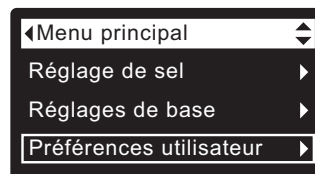

FIG. 57
1. À partir d'un écran d'état dynamique, appuyez sur le sélecteur (O) pour afficher le **Menu principal**.
2. Appuyez sur le bouton BAS (▼) pour faire défiler les options du menu et mettre en encadré **Préférences utilisateur** (cf. Figure 57).